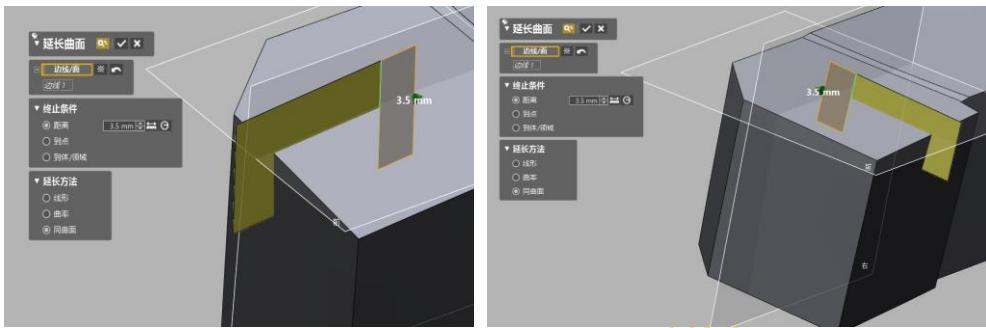

图 4.59 延长曲面
5) 点击菜单栏模型> 延长曲面图标 ，弹出延长曲面对话框，选择要延长的边，终止条件：距离，3.5mm，延长方法：同曲面，点击确定退出。重复延长曲面命令，完成另一片体的延长，如图 4.59 所示。